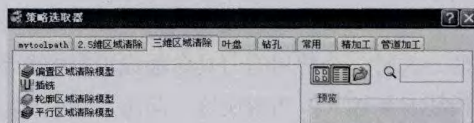

图5 策略选取器对话框
在“类型”中分为精、粗加工，与图5策略选取器里的精、粗加工策略是相对应的。
(2) 单击图5所示的策略选取器对话框，选取平行区域清除策略，弹出如图12所示的参数设置对话框，图8中“轴向切削深度”与